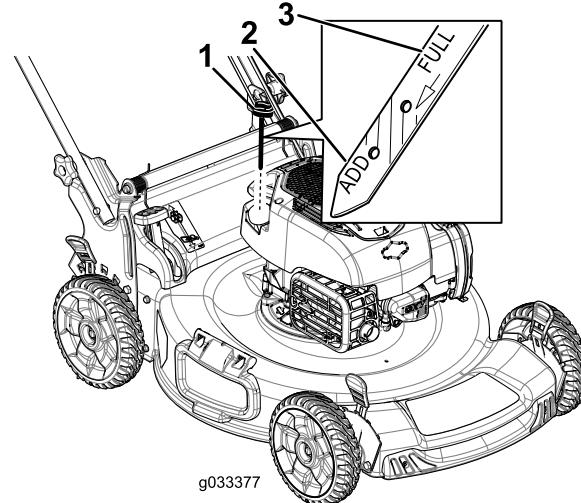

Figura 14
2. Girate il tappo in senso antiorario ed estraete l'asta di livello (Figura 14).
5. Controllate il livello dell'olio sull'asta (Figura 14).
- Se il livello di olio dell'asta è troppo basso (Figura 14), versate con cura una piccola quantità di olio detergente SAE 30 o SAE 10W-30 nel tubo di riempimento dell'olio, attendete 3 minuti e ripetete gli step da 3 a 5 finché il livello dell'olio sull'asta non risulta corretto. Per il tipo di olio, fate riferimento a 3 Riempiimento del motore con olio \(pagina 7\).
- Se il livello dell'olio sull'asta è troppo alto (Figura 14), drenate l'olio in eccesso finché il livello dell'olio sull'asta non risulta corretto; fate riferimento a Cambio dell'olio motore \(pagina 21\).